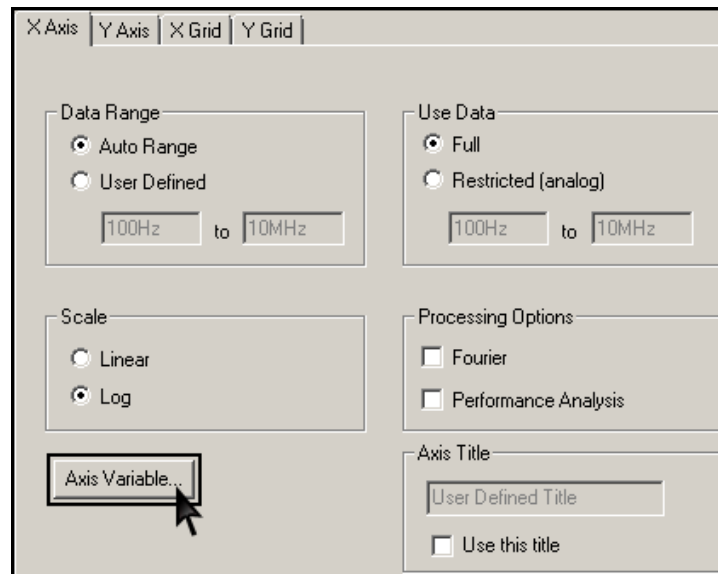

Рис. 28. Вызов окна X Axis Variable. Изменение переменной откладываемой по оси X
- ↑ 27.а.1. Открыть окно настройки параметров сетки и осей (**Axis Settings**)6 для одной из областей построения. В окне **Axis Settings** на закладке **X Axis** нажать на кнопку **Axis Variable...** (рис. 28).